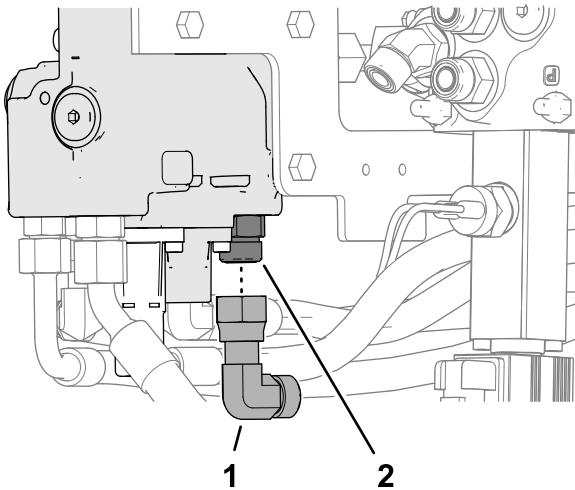

Figure 18
1. Vissez légèrement le raccord à 90° sur le raccord droit dans l'orifice T du distributeur de bras de chargeuse (Figure 18).